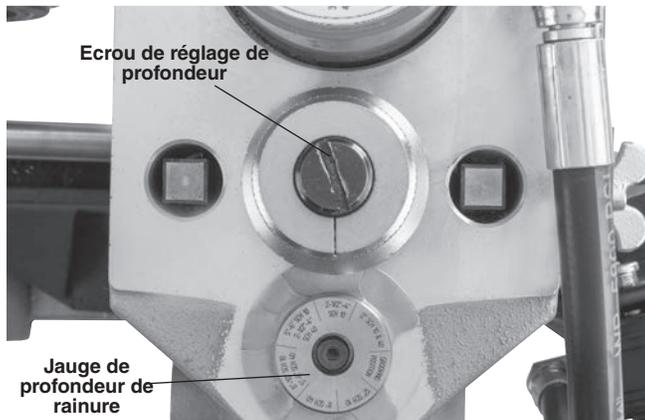

Figure 14A – Positionnement du repère de jauge de profondeur approprié sous la tête de réglage
- Régalez la jauge de profondeur de rainure de manière à aligner le repère approprié de la jauge sous la tête de la vis de réglage (Figure 14A). La jauge de profondeur de rainure est calibrée pour les tuyaux. Reportez-vous à la rubrique *Réglage de profondeur de rainure pour tuyaux en cuivre* pour les tuyaux en cuivre.